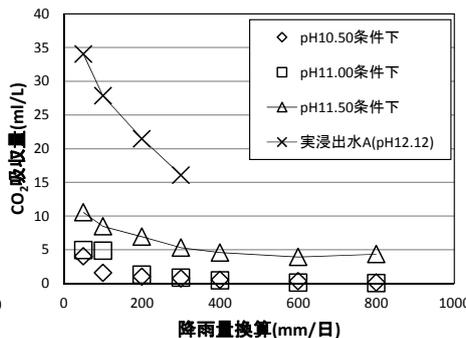

図3 炭酸ガス吸収量
- 流入量が少ないと、浸出水pHは低下する(図2)。流入量の増加に伴い、碎石表面の水膜が厚くなり、大気との接触時間も減少する(図3)ためpHが上昇する。